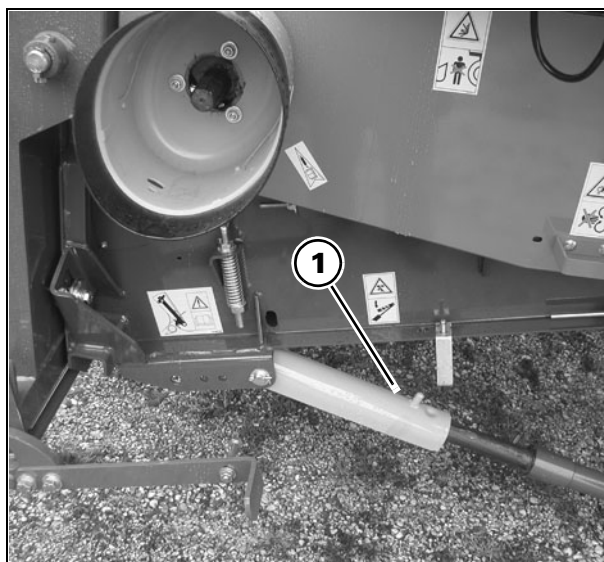
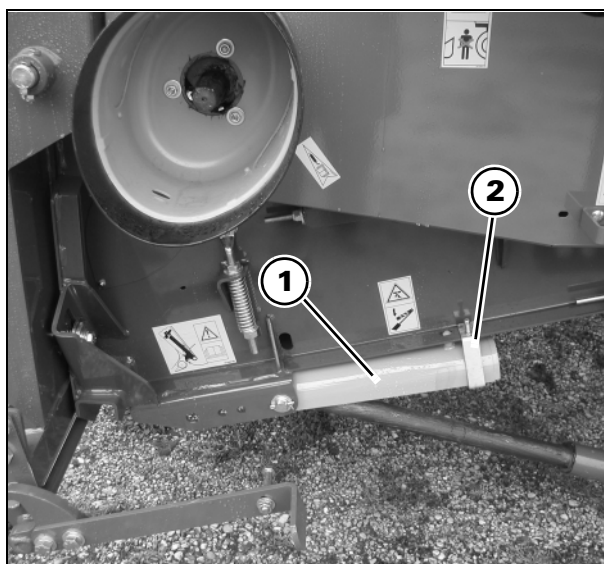

Рис. 20
Рис. 21
Рис. 20 и Рис. 21
Перед началом любых работ под жаткой необходимо опустить предохранительный фиксатор (1) на шток цилиндра с обеих сторон (см. Рис. 20).
Если предохранительные фиксаторы (1) не используются (например, во время работы), они должны быть закреплены на корпусе транспортера посредством подходящего фиксирующего приспособления (2), см. Рис. 21.